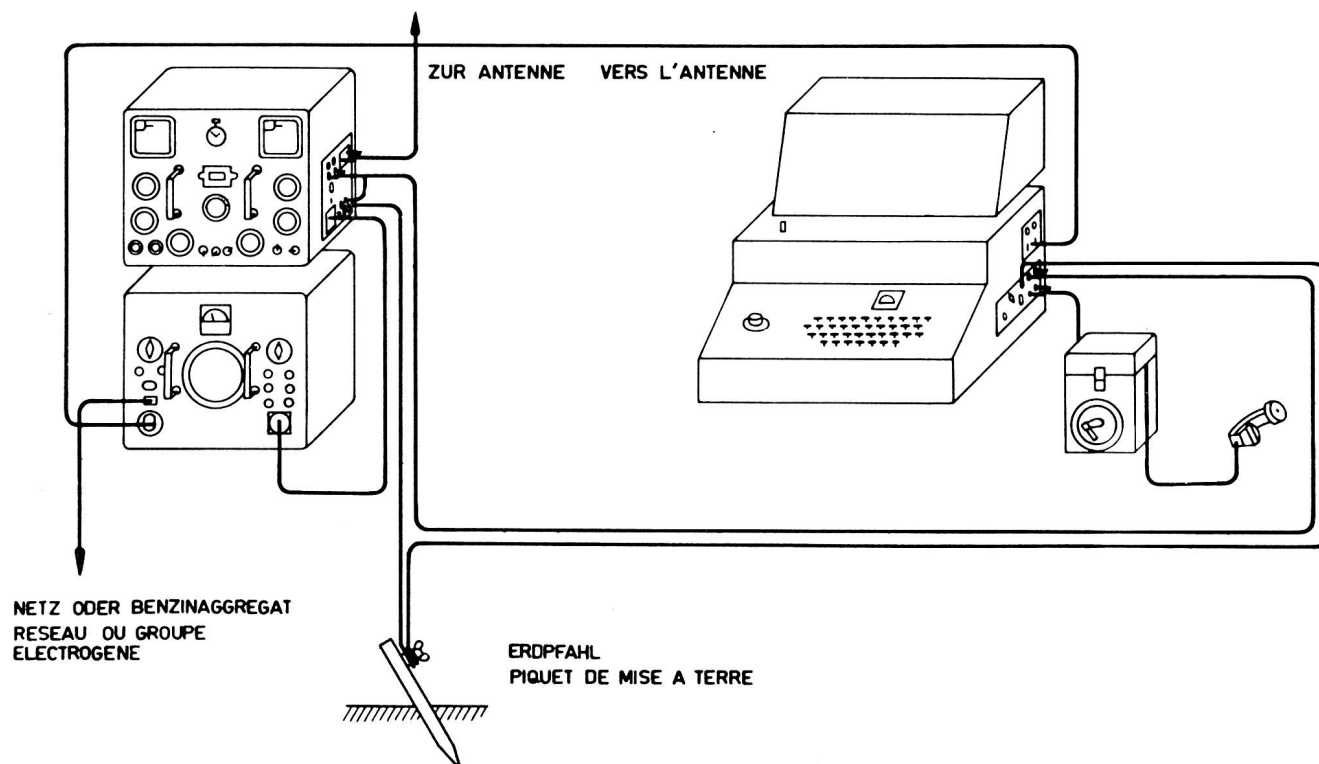

Fig. 27
- Commande local avec KFF voir fig. 27